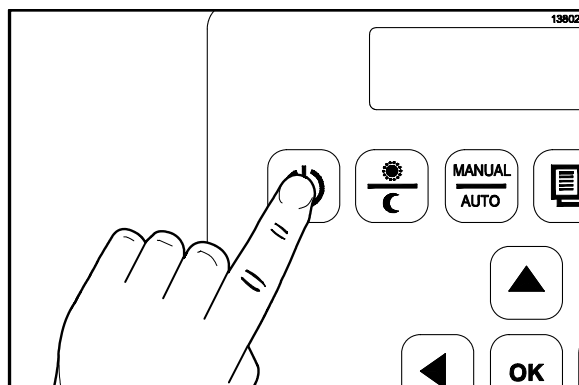

Figura 23
- Aqueça o grill pressionando o botão  durante 3 a 5 segundos. A tela de controle exibirá as mensagens "AM TOO COOL" (MUITO FRIO MATUTINO) e "AM FOLDED EGGS - FLAT" (OVOS MATUTINOS - GRILL FLAT) (Veja a Figura 23.)